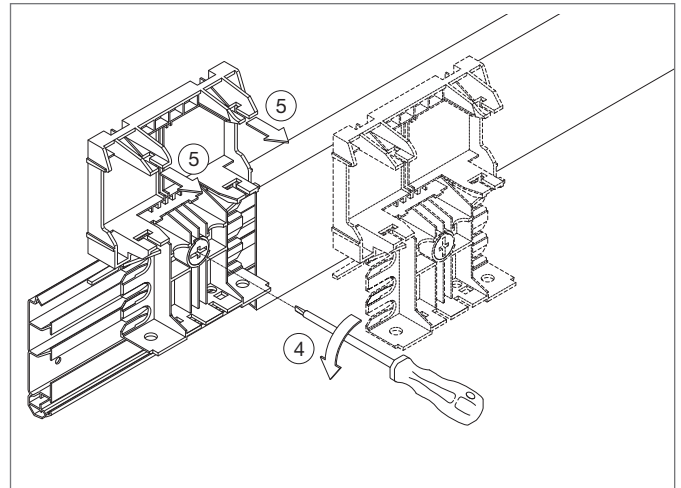

Abbildung 11
- 3. Geräteträger-Unterteil entfernen** (Abb. 11)